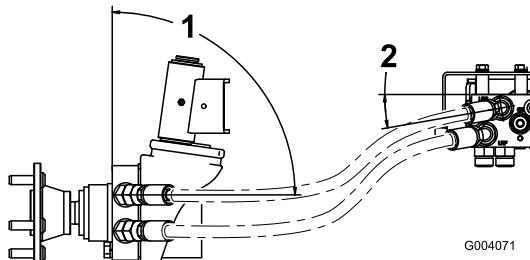

図 7
- これら2本の左側用ホースを、左ホイールモータまで配設する。上側マニホールドのホースをホイールモータの上側フィットティングに、下側マニホールドのホースを下側フィットティングに接続する 図 7。ホースの配設経路が不適切であると、ホースがタイヤや後バンパーと接触して破損するので十分注意すること。